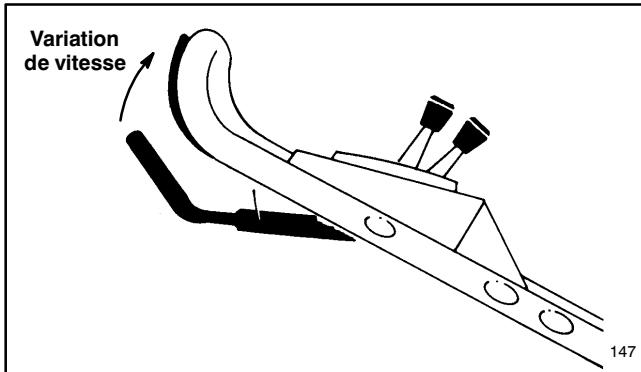

Figure 13
7. COMMANDE DE LA TRACTION—Placer le sélecteur de vitesse dans la position désirée, et serrer la barre de commande vers le mancheron pour avancer. **La vitesse d'avance peut être modulée en augmentant ou en réduisant la distance entre la barre de commande et le mancheron.** (Fig. 13). Laisser la barre de commande descendre un peu pour ralentir la tondeuse dans les tournants et les manœuvres, ou si l'avance est trop rapide pour vous. Si la barre de commande descend trop bas, la tondeuse s'arrête d'avancer. Pour avancer plus vite, serrer la barre de commande vers le mancheron. Quand la barre de commande est serrée tout contre le mancheron, la tondeuse avance à la vitesse maximum. Il n'est pas nécessaire de serrer la barre de commande aussi loin pour avancer. Pour la tonte des bordures ou pour quitter la tondeuse un instant, mettre la manette de vitesse d'avance sur .